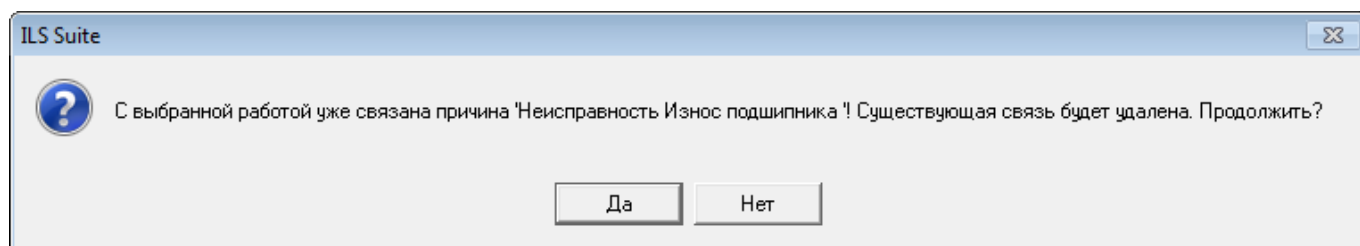

Рис. 27-24 – Диалоговое окно
5) Если с выбранной работой уже связана какая либо неисправность, то отображается диалоговое сообщение, приведенное на рис. 27-24. В появившемся диалоговом окне нажать кнопку «Да» для подтверждения создания связи или «Нет» – для отмены создания связи между объектами.